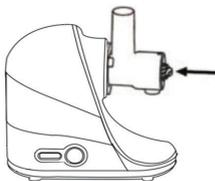
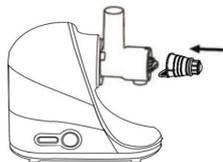

рис.2
рис.3
6.1.2 Поместите шнек внутрь горловины до упора так, чтобы металлический стержень полностью вошел в отверстие (рис.2). Широкой стороной установите фильтр поверх шнека так, чтобы выступы на фильтре вошли в отверстия на горловине (рис.3).